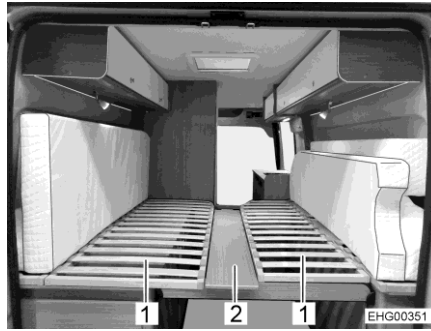

Fig. 37 Planche médiane
- Abaisser le sommier (Fig. 37,1) des deux côtés.
- Accrocher la planche médiane (Fig. 37,2).
- Retirer la planche médiane (Fig. 37,2) et l'entretoise (Fig. 34,1) et les poser sur l'un des matelas.